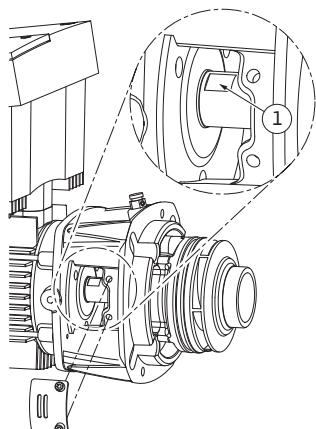

Fig. 52: Nyckelytor på axeln
15. För in en skravnyckel, helst 22 mm bred, i lanternefönstret och håll fast axeln mot nyckelytan (fig. 52, pos. 1). Dra ut pump- hjulsmuttern (fig. 7, pos. 15). Pumphjulet (fig. 7, pos. 16) dras automatiskt bort från axeln.
24. Montera pumphjulet genom att föra in en skruvnyckel, helst 22 mm bred, i lanternefönstret och hålla fast axeln mot nyckelytan (fig. 52, pos. 1).